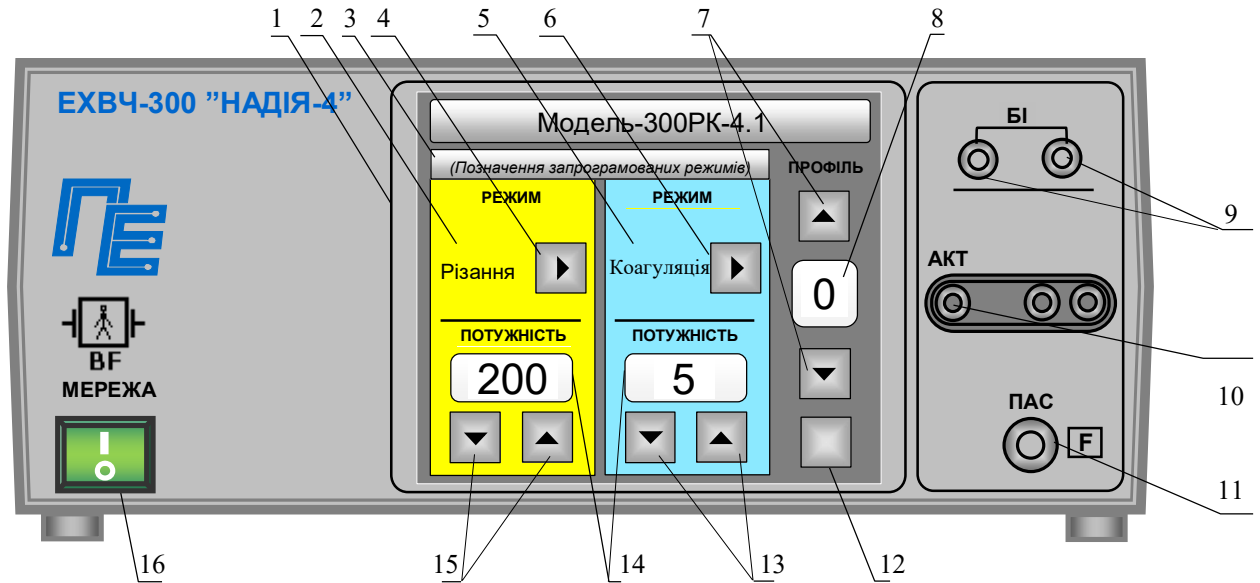

Рис.1. Передня панель електронного блоку
- світлову індикацію автоматичного тестування аварійного стану апарата. При цьому на індикаторах 14 (рис. 1) висвітлюється **«УВАГА! Виникла критична помилка. Будь ласка, перезавантажте систему!»**;
Конструктивно апарат виконаний у вигляді двох окремих блоків - електронного блоку (рис. 1,2) і ножної педалі (рис. 3).
Позначення на рис. 1.
- включити апарат, для чого встановити вимикач “МЕРЕЖА” в положення “I”. При цьому вмикається світлова індикація індикатора “МЕРЕЖА” (16, рис.1), На протязі 2-5 сек. на моніторі відображається завантаження даних.
- перевірити переключення режимів роботи, для чого послідовно натискаючи кнопку (4, 6 рис.1), переконатися, що апарат перемикає відповідні режими;
- перевірити регулювання рівня вихідної потужності, для чого, натиснувши кнопки управління (13, 15 рис. 1), переконатися, що відбувається збільшення (зменшення) показань індикаторів (14, рис.1) рівня вихідної потужності. Перевірку провести для усіх режимів роботи.
- перевірити систему контролю ланцюга пасивного (нейтрального) електрода. Для цього необхідно встановити режим МОНО на індикаторі РІЗАННЯ (або КОАГУЛЯЦІЯ) та від'єднати пасивний електрод від роз'єму 11 (рис.1). На моніторі висвітлиться транспарант з надписом «Увага! Обрив пасивного електрода. Будь ласка, перевірте з'єднання!»
Для встановлення профілю необхідно включити апарат, за допомогою кнопок вибору профілю (3, рис.1) встановити номер профілю **0** (8, рис.1), встановити необхідний режим роботи та вихідну потужність, натиснути ліву платформу педалі при виборі режиму РІЗАННЯ або праву, при виборі режиму КОАГУЛЯЦІЯ. Апарат автоматично запам'ятовує вибраний режим роботи та рівень вихідної потужності.
- 1- натиснути кнопку 3 (рис.1). Монітор переключиться в режим клавіатури;
При необхідності встановлення часу автоматичного вимикання вихідної потужності необхідно натиснути кнопку **НАСТРОЙКИ** (12, рис. 1).
При необхідності обмеження доступу до використання апарата необхідно натиснути кнопку **НАСТРОЙКИ** (12, рис. 1).